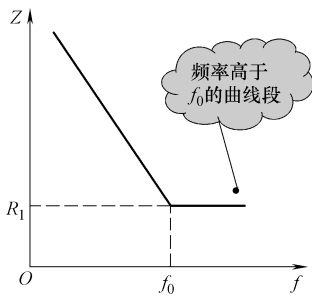

图 9-27 输入信号频率高于转折频率时示意图
(1) 输入信号频率  $f > f_0$  情况。如图 9-27 所示是输入信号频率高于转折频率时示意图, 当输入信号频率  $f > f_0$  时, 整个 RC 串联电路总的阻抗不变了, 其大小等于  $R_1$ , 这是因为当输入信号频率高到一定程度后, 电容  $C_1$  的容抗小到几乎为零, 这样对  $C_1$  的容抗可以忽略不计, 而电阻  $R_1$  的阻值是不随频率变化而变化的, 所以此时无论频率是否在变化, 总的阻抗不变而为  $R_1$ 。